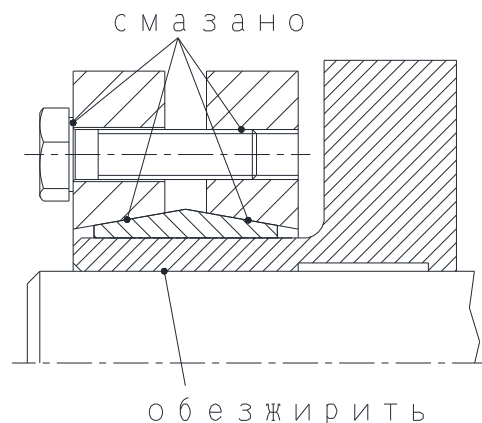

Рис. 4: Чистка / смазка поверхностей
Загрязнённые или бывшие в употреблении зажимные элементы перед установкой следует разобрать и очистить. Затем смазать только конусные поверхности и зажимные винты смазкой Molykote MoS2 (см. рис. 4). Для повторной смазки, например, использовать, например, универсальную смазку Molykote G Rapid plus.
- Контактные поверхности ступицы / полого вала с внутренней стороны очистить и обезжирить (см. рис. 4).
Контактные поверхности вала и отверстия ступицы (полого вала изнутри) не смазывать ни маслом, ни смазкой! (см. рис. 4).